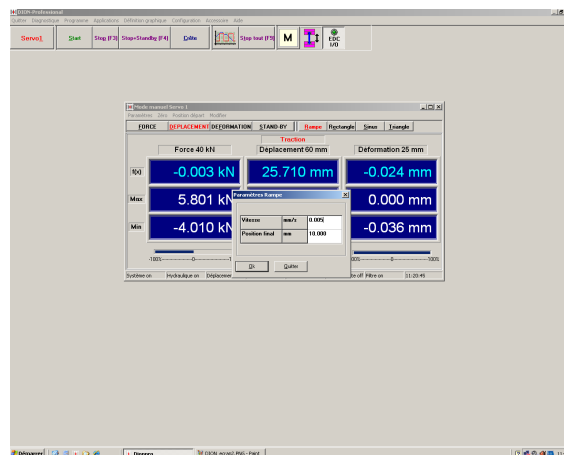

Figure 4 – Capture d'écran du logiciel permettant le contrôle de la machine
- Augmenter la charge de traction à vitesse constante de chargement ($v=0.005$ mm/s). Pour cela, cliquer sur le bouton Servo1 (cf. fig. 4). Dans la fenêtre qui s'ouvre, cliquer sur DEPLACEMENT. Aller dans le menu Paramètres puis régler la vitesse.